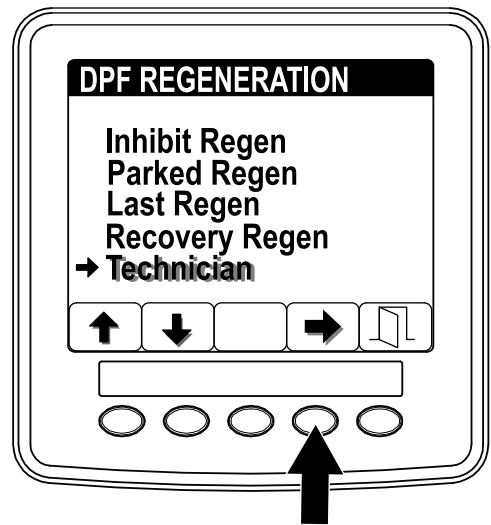

Рисунок 36
- Перейдите к меню DPF Regeneration (Регенерация DPF) и нажмите кнопку 1 или 2 для прокрутки вниз к опции TECHNICIAN (Техник) (Рисунок 36).
- Нажмите кнопку 4 для выбора позиции Technician (Техник) (Рисунок 36).